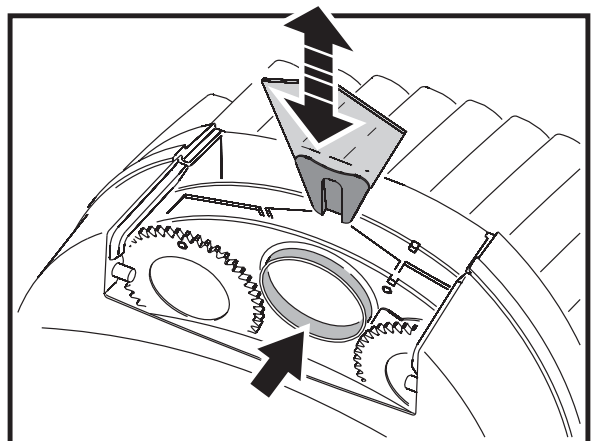

Bild 10: Tauschen von Gobos und Farbfiltern
5. Entfernen Sie einen Farbfilter, indem Sie das Goborad soweit drehen, bis die offene Position vor dem zu wechselnden Farbfilter steht (Pfeil in Bild 10). Drücken Sie den Filter vorsichtig zur Frontlinse und ziehen Sie ihn heraus. Wenn Sie den Filter mit Ihren Fingern nicht fassen können, schützen Sie den Filter mit mehreren Lagen Papier und ziehen Sie ihn mit einer Spitzzange heraus.